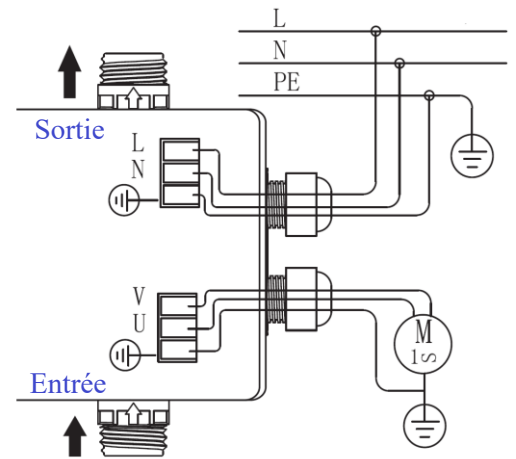

Fig. 3
- Ouvrez le couvercle supérieur et connectez les fils conformément au schéma de câblage (voir Fig. 3).